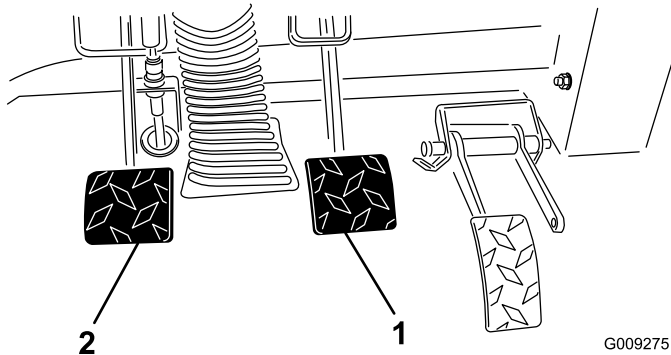

Figura 65
2. Tire hacia arriba del pedal de freno (Figura 65) hasta que entre en contacto con el bastidor.